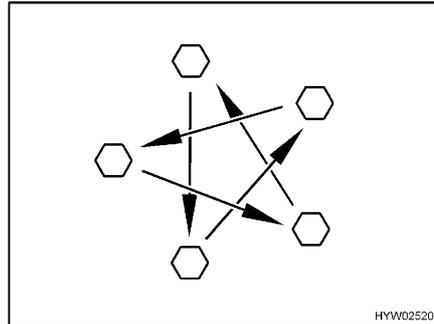

Bild 224 Radmuttern oder Radschrauben über Kreuz anziehen
- Radmuttern oder Radschrauben regelmäßig auf festen Sitz prüfen. Radmuttern oder Radschrauben eines ausgewechselten Rades nach 50 km nachziehen (Bild 224). Anziehdrehmoment siehe Abschnitt 14.5.2.
- Wenn neue oder neu lackierte Felgen verwendet werden, die Radmuttern oder Radschrauben zusätzlich nach ca. 1000 bis 5000 km nachziehen (Bild 224).
- ▷ Radmuttern oder Radschrauben über Kreuz anziehen (Bild 224).